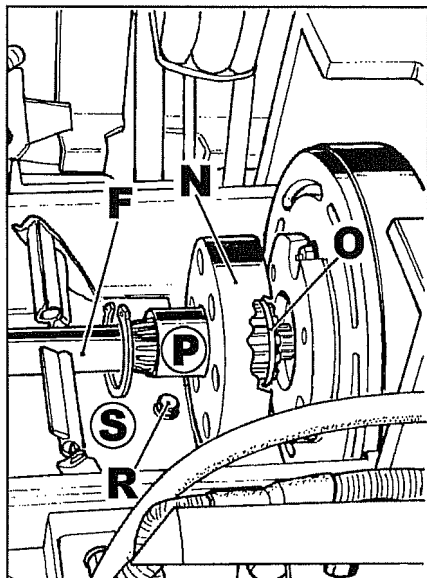

Fig. 10
7. Tirar o parafuso **R** fig. 10 logo, extrair por baixo a chapa **S** e a que está em baixo.
Fazer deslizar a junta elástica **N** fig. 10 em direcção do motor, logo, tirar o anel **O**.
Fazer deslizar o mangote ranhurado **P** fig. 10 em direcção do motor, segurando a junta que poderá ser extraída por cima.
16 Desprender do veio do motor e colocar do lado o veio **F** fig. 10.